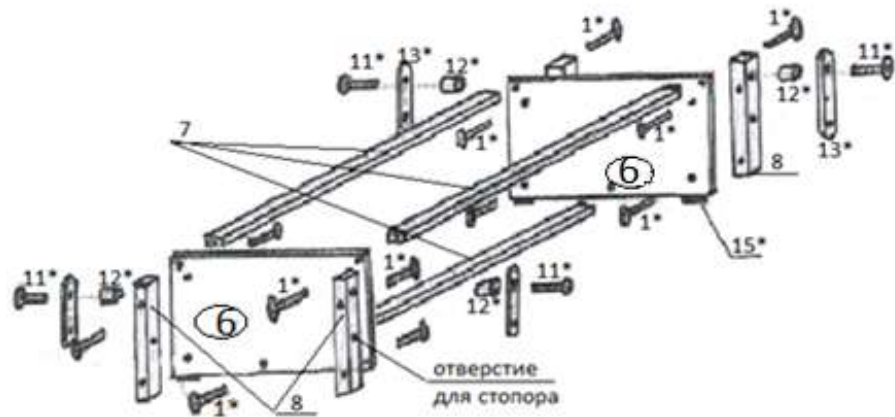

Рис.1
1. Соберите опору маятника согласно **Рис.1,2**. Опорные бруски (8) прикрутите к опоре основания (6) после сборки каркаса конструкции евровинтами (1*) направленными с внутренней стороны опоры, при этом головки установленных в опорных брусках (8) втулок-гаек (10*) должны быть направлены наружу конструкции.
3. Вставьте мебельные винты(11*) в отверстия рычагов маятника (13*) со стороны запрессовки подшипников, наденьте на них пластмассовые втулки(12*), вкрутите винты (11*) во втулки-гайки (10*) в опоре маятника. Установите собранную кровать на пол над опорой маятника. Вкрутите мебельные винты(11*) во втулки-гайки (10*) расположенные в ножках спинки кровати (1).